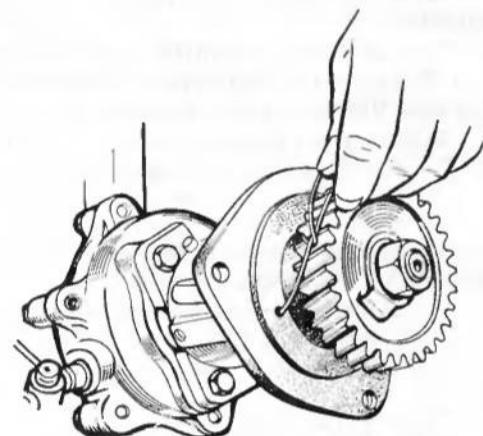

Рис. 78. Прочистка дренажного отверстия
- снять водяные насосы и прочистить (рис. 78) проволокой дренажное отверстие;